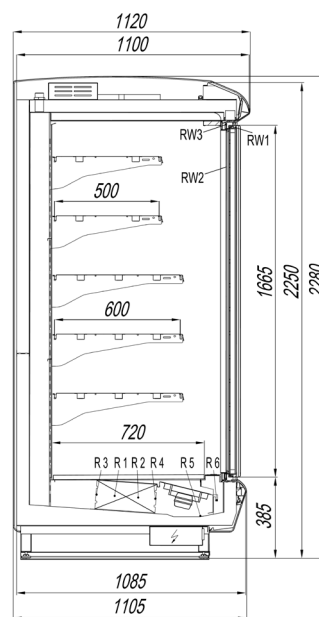

Рисунок 6. Витрина КВАРЦ Н
- «КВАРЦ Н» - пристенная низкотемпературная горка с шириной основания 1105мм и распашными каркасными дверями (рисунок 6);